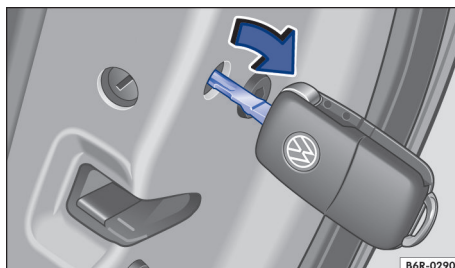

Fig. 50 Travamento manual com a chave do veículo.
- Portas com cilindro da fechadura: colocar a haste da chave do veículo na fenda da abertura → Fig. 50.